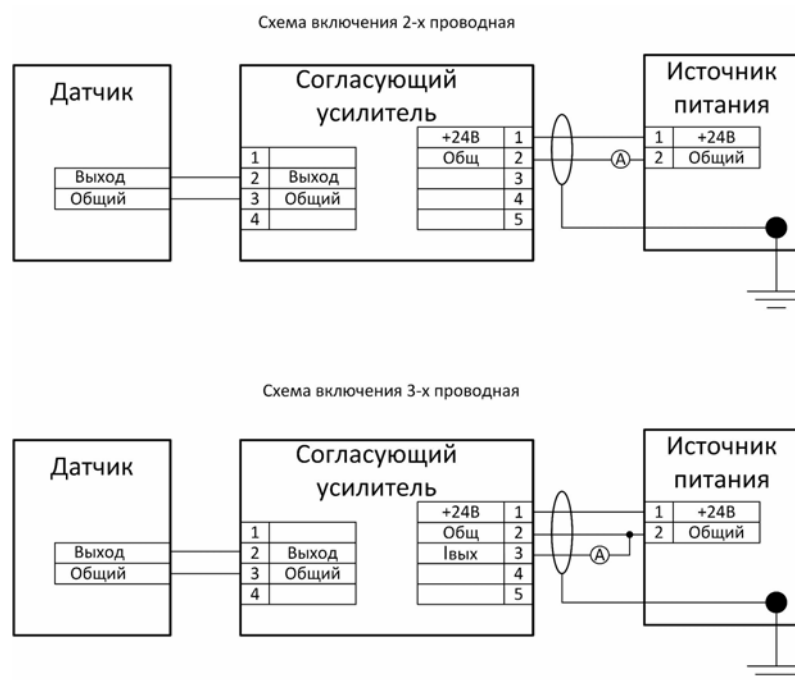

Рис.8
2. Подключить кабель датчика к согласующему усилителю. Для подключения используется разъем РС4ТВ. Подключить преобразователь к источнику питания и к контрольным приборам в соответствии со схемой приведенной на рис. 8.